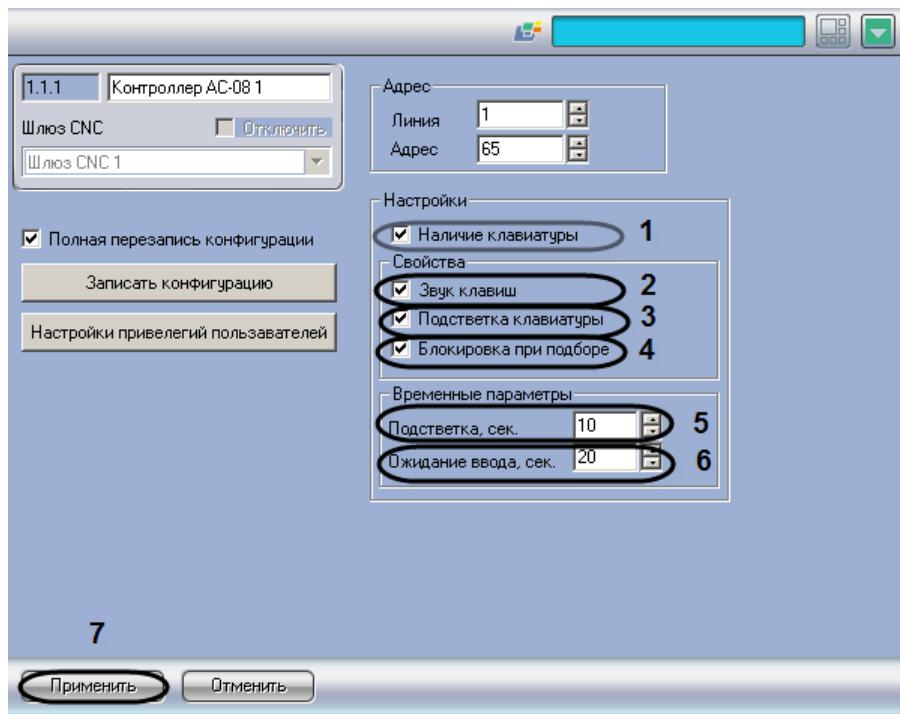

Рис. 3.5—3 Настройка клавиатуры
1. Перейти на панель настроек объекта **Контроллер АС-08** (Рис. 3.5—3).
2. Для того, чтобы активировать клавиатуру, необходимо установить флагок **Наличие клавиатуры** (см. Рис. 3.5—3,1).
3. Для того, чтобы активизировать звуковое оповещение при нажатии клавиш, необходимо установить флагок **Звук клавиш** (см. Рис. 3.5—3,2).
4. Для того, чтобы активизировать подсветку клавиатуры, необходимо установить флагок **Подсветка клавиатуры** (см.Рис. 3.5—3,3).